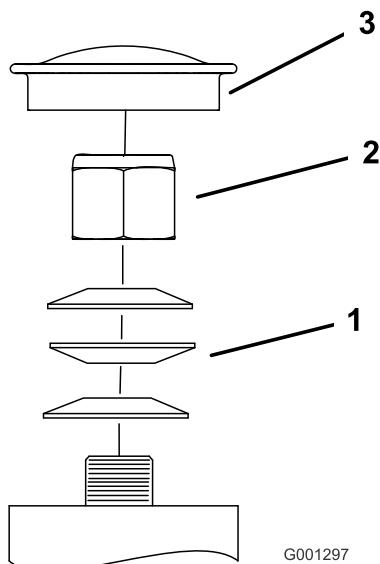

Figure 64
3. Retirez le capuchon antipoussière de la roue pivotante et serrez le contre-écrou (Figure 64).
4. Continuez de serrer le contre-écrou jusqu'à ce que les rondelles élastiques soient aplatis, puis desserrez-le de 1/4 de tour pour obtenir la précharge correcte des roulements (Figure 64).
5. Reposez le couvre-moyeu (Figure 64).
**Important:** Veillez à placer les rondelles élastiques comme montré à la Figure 64.